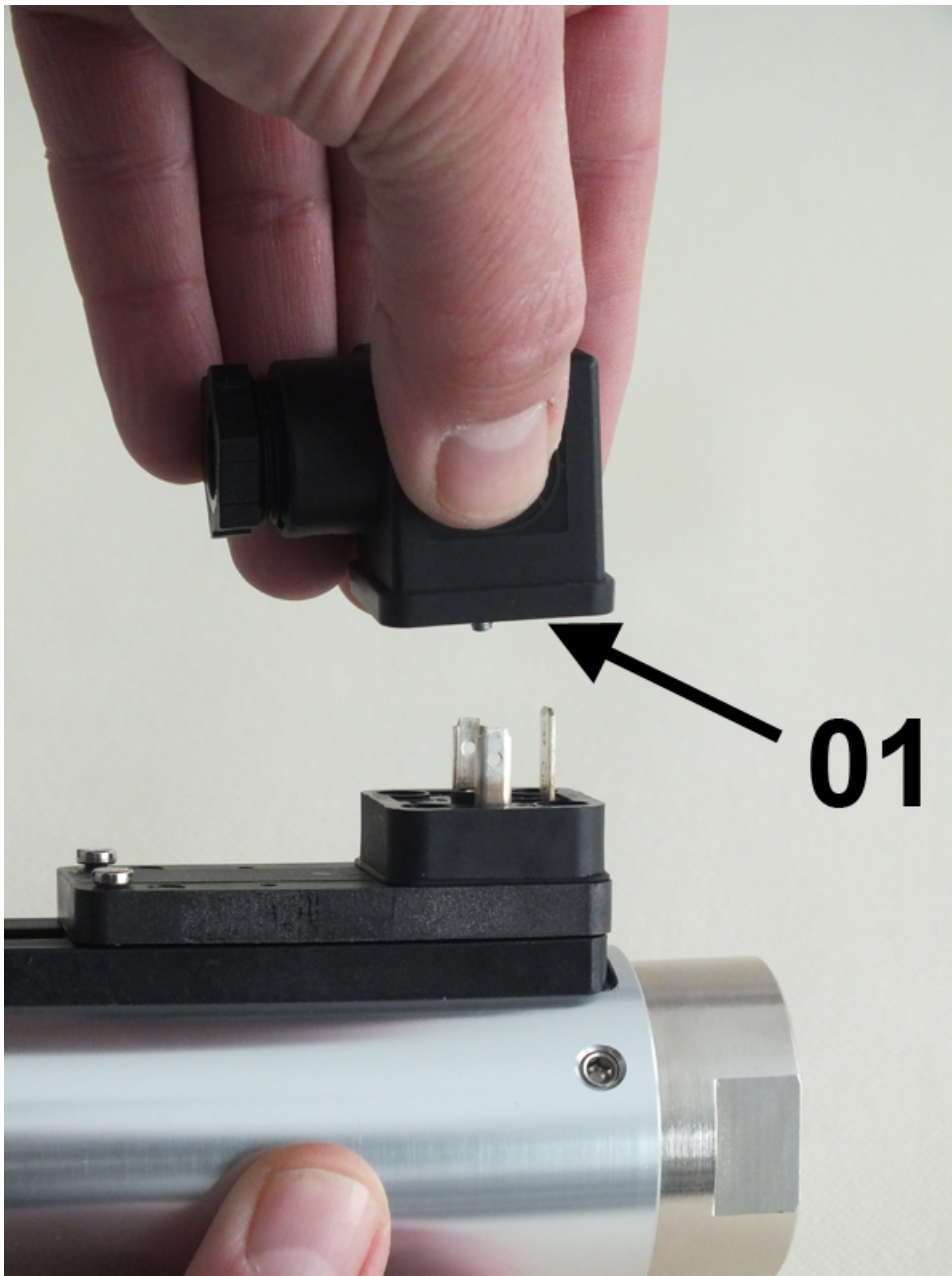

Abb. 60: Steckerdose abziehen
2.  Steckerdose mit dazugehöriger Dichtung (*Abb. 60/01*) nach oben abziehen